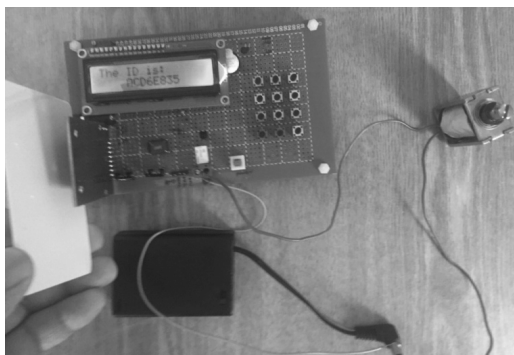
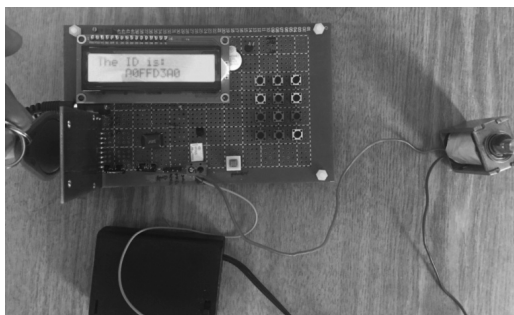

图 3-17 观察刷白卡,锁开操作示意图
图 3-18 观察刷钥匙卡,锁开操作示意图
(10) 观察刷钥匙卡及白卡,锁开现象,如图 3-17 和图 3-18 所示。